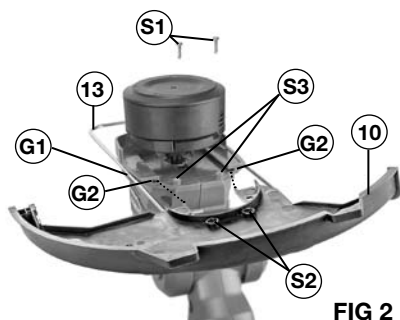

FIG 2
### INSTALLATION DU PROTÈGE-FIL ET DU PROTÈGE-LAME DE SÉCURITÉ (FIG 2)
1. Installez le protège-fil (13) à travers les rainures (G1) des deux côtés de la tête du moteur, comme illustré à la FIG 2. Assurez-vous que le protège-fil s'ajuste fermement dans les rainures.